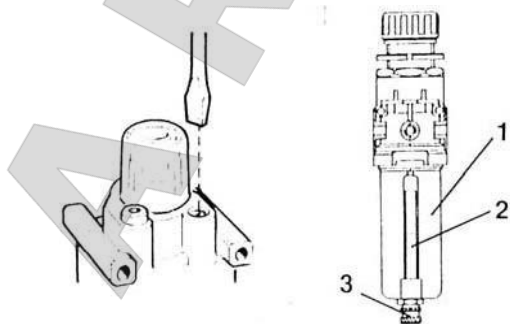

Рис. 10
- 5) По меньшей мере, раз в месяц проверяйте уровень масла в маслосборнике. При необходимости доливайте в сборник масло SAE 30. Проверяйте, чтобы через каждые три-четыре движения педали отжима крышки в маслосборник падала капля масла. При необходимости отрегулируйте подачу масла с помощью Регулировочного винта (рис. 10)
- 8) Проверяйте уровень воды в водоотделителе (рис. 10). Уровень не должен заходить за красную метку на смотровом стекле. При необходимости сливайте воду, повернув запорное кольцо (рис. 10, 3) по часовой стрелке.
- 9) Каждые 30-40 дней отключайте станок от пневмосети, отвинчивайте стакан (рис. 10, 1), чтобы удалить накопившие отложения.